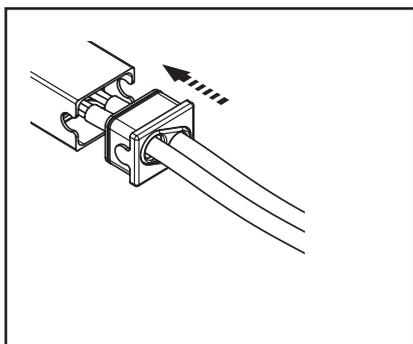

fig.7 Inserção da placa no contentor
8. Faça deslizar a tampa de fecho até o recipiente fechar completamente (fig. 7).